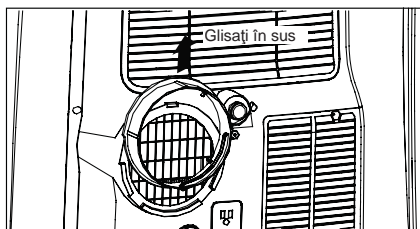

Fig. 4
2. Scoateți adaptorul A din unitate, glisându-l în sus (Fig.4).